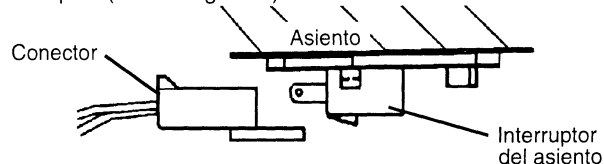

FIGURA 5
- Enchufe el conector del interruptor del asiento en el interruptor localizado en la parte inferior del asiento. Asegúrese de que el conector se enlace al cuerpo del interruptor (vea la Figura 5).